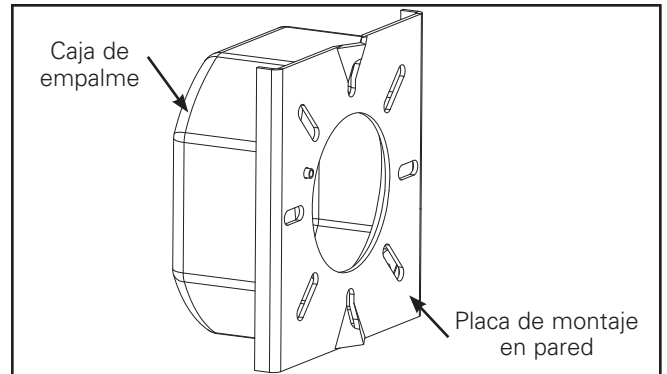

Figura 1.
1. Coloque la placa de montaje en pared en la caja de empalme usando los accesorios para este tipo de cajas (de otras marcas) y ajuste a un par de torsión de 17 pulg./lb si utiliza un tornillo de 8-32. Realice las conexiones eléctricas a la caja de salida (Figura 1).